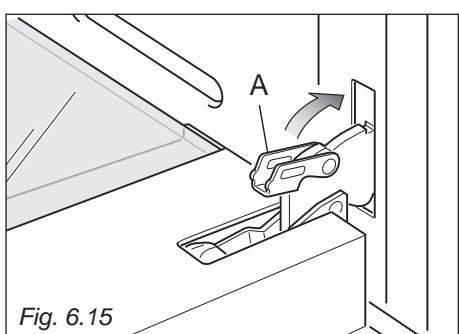

Fig. 6.15
- Fermer le levier "A" sur les charnières gauche et droite (fig. 6.15).